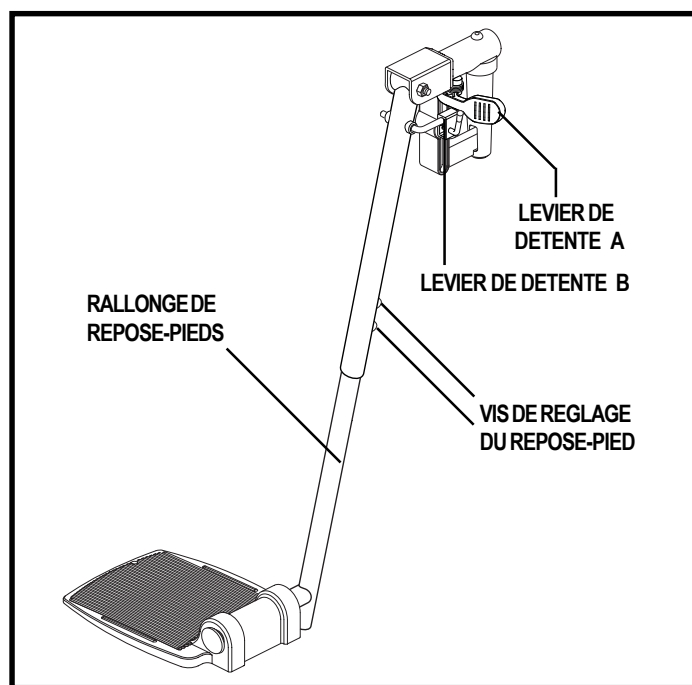

Figure 20. Repose-jambes elevateurs
1. Pesez sur le levier A. Voir la figure 20.
1. Pesez sur le levier B. Voir la figure 20.
1. Retirez les deux vis de réglage sur le côté de chaque rallonge des repose-jambes. Voir la figure 20.